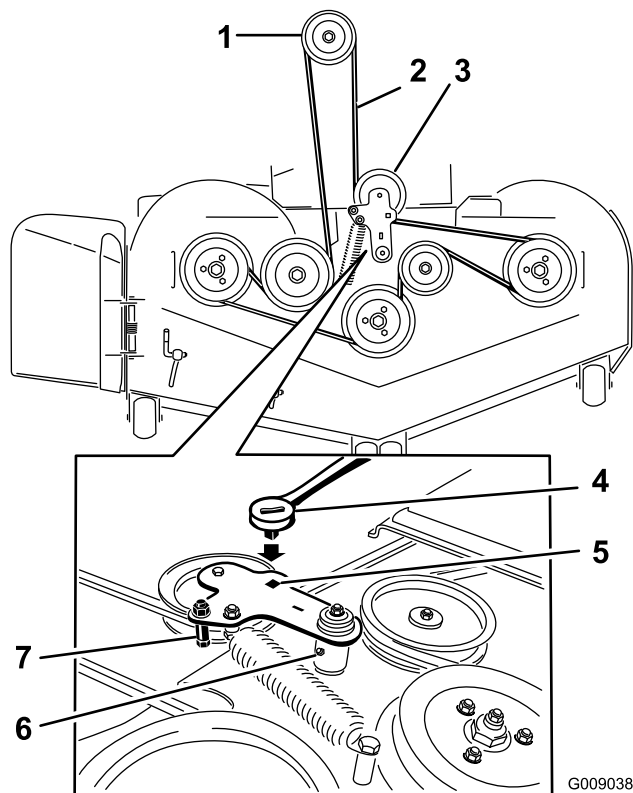

Figure 74
5. Insérez un rochet dans le trou carré du bras de la poulie de tension pour détendre le ressort de la poulie de tension (Figure 74).
7. Enlevez le guide de courroie situé sur le bras de la poulie de tension rappelée par ressort (voir Figure 74).
9. Acheminez la courroie neuve autour des poulies du tablier de coupe et de la poulie d'embrayage, sous le moteur (Figure 74).
10. Montez le guide de courroie sur le bras de la poulie de tension (voir Figure 74).
11. Insérez le rochet dans le trou carré et montez le ressort de la poulie de tension (Figure 74).